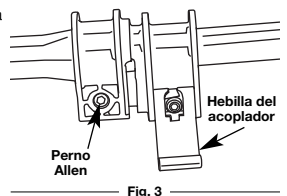

Fig. 3
3. Deslice la parte superior del eje de la pluma inferior hacia la parte inferior del eje de la pluma superior y únalos hasta que el acoplador quede ajustado contra la pluma superior (Fig. 3).
4. Usando una llave Allen de 4 mm, apriete el perno superior Allen hasta que el acoplador esté seguro y no se mueva en la pluma superior (Fig. 3).
- Coloque la manija en D sobre la caja del eje y hacia la abrazadera de la parte inferior (Fig. 3). Colóquela a una distancia mínima de 6 pulgadas (15.24 cm) desde el extremo de agarre del eje.